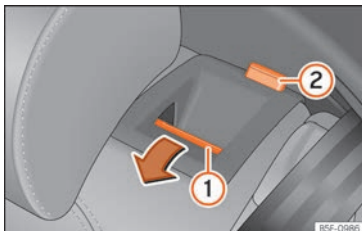

Fig. 152 Dans le dossier de la banquette arrière : touche de déverrouillage ① ; repère rouge ②
- Appuyez sur la touche de déverrouillage »» **fig. 152** ① vers l'avant en rabaisant simul-